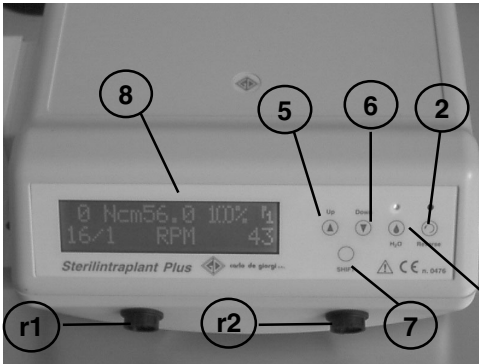
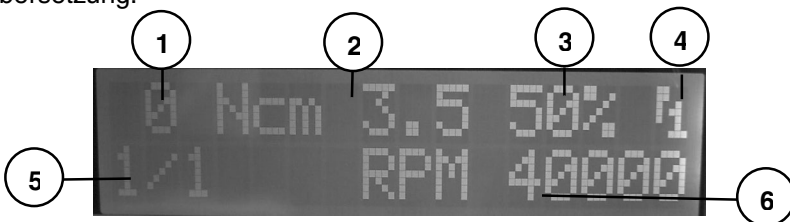

Abb. 6
Abb. 8
Auf der Frontseite des Steuergeräts befinden sich die folgenden Steuerungen (Abb. 6):
Abbildung 8 zeigt die eingeblendeten Daten, u.z.:
- 3) die Programmnummer durch die "Shift" Taste (7 in Abb. 6) aufrufen, hierzu den Cursor auf Feld 1 in Abbildung 8 setzen und dann anhand der Tasten "Up ▲" und "Down ▼" das gewünschte Programm auswählen
Zur Bearbeitung eines Programms (s. Abb. 6, 8) den Cursor auf das Feld "ProgrammNr." setzen und mit den Tasten "Up ▲" und "Down ▼" die Nummer des ersten freien bzw. unbenutzten Programms abrufen.